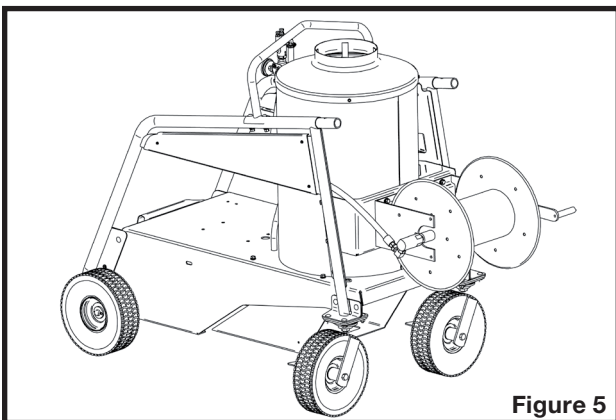

Figure 5
4. Brancher le boyau provenant de la sortie du serpentin au raccord hydraulique coudé situé à l'entrée du dévidoir (figure 5).